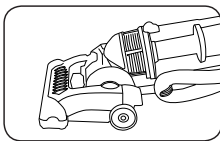

Fig. 4
4. Posición baja: para limpiar bajo muebles* (Fig. 4).